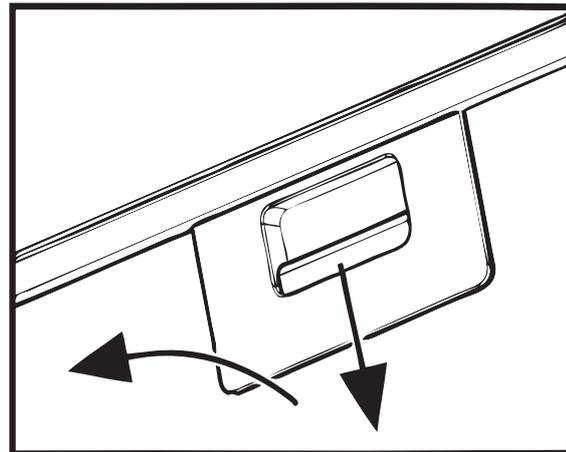

Рис.6
8.7 Для зняття алюмінієвого фільтра (**рис.6**) слід натиснути на пружинну засувку і, потягнувши на себе і вниз, зняти фільтр з панелі. Встановлення фільтра виконати в зворотному порядку.